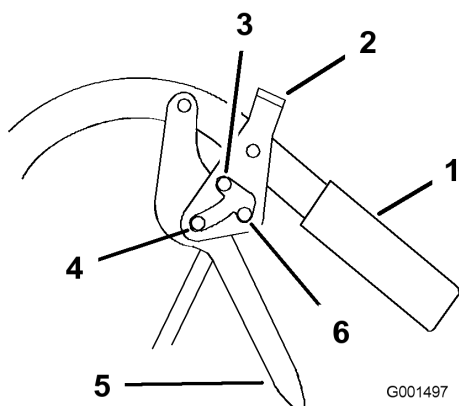

Figura 6
1. Apriete las palancas de avance (Figura 6).
2. Coloque los dedos pulgar sobre la parte superior de los cierres y desplácelos hacia adelante a la posición de **aparcamiento** (Figura 6).
1. Apriete hacia atrás las palancas de avance (Figura 6).
2. Coloque los dedos pulgar sobre la parte superior de los cierres y desplácelos hacia atrás a la posición de **avance** (Figura 6).
2. Coloque los dedos pulgar sobre la parte superior de los cierres y desplácelos hacia atrás a la posición de **bloqueo de punto muerto** (Figura 6).
2. Coloque los dedos pulgar sobre la parte superior de los cierres y desplácelos hacia adelante a la posición de **avance** (Figura 6).